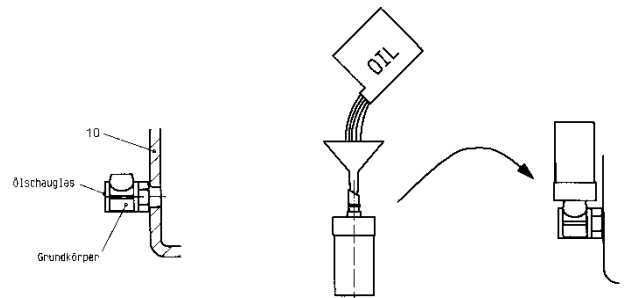

Bild 8
- Grundkörper in Lagerträger (10) bei Anschluss für Konstantlevelöler (ÖK) mittels PTFE-Dichtungsband eindichten. Dabei so weit drehen, dass der Gewindeanschluss für das Reservoir senkrecht nach oben zeigt (Bild 8).
- Öfüllstopfen (FS) an Lagerträger-Oberseite herausziehen und so lange Öl in Anschlussöffnung füllen, bis der Ölspiegel bis knapp unter die Mitte des Ölstandsglases im Grundkörper reicht.
- Mit Hilfe eines Trichters Öl in das gläserne Reservoir füllen (Bild 8).
- Gefülltes Reservoir in den Grundkörper hineinstecken und sofort von Hand bis zum Anschlag festschrauben (Bild 8).